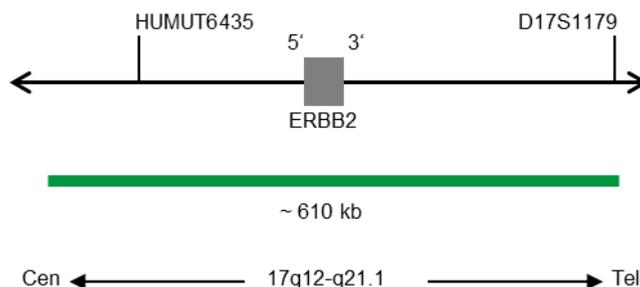

Fig. 1 : Carte de la sonde SPEC ERBB2 (pas à l'échelle)
- Polynucléotides marqués au ZyGreen (excitation 503 nm/émission 528 nm) (~10,0 ng/ μ l), qui ciblent des séquences cartographiées en 17q12-q21.1* (chr17:37,572,531-38,181,308) hébergeant la région du gène ERBB2 (voir figure 1).
- Polynucléotides marqués au ZyOrange (excitation 547 nm/émission 572 nm) (~1,5 ng/ μ l), qui ciblent des séquences cartographiées dans 17p11.1-q11.1 spécifiques de la région centromérique satellite alpha D17Z1 du chromosome 17 (voir figure 1).